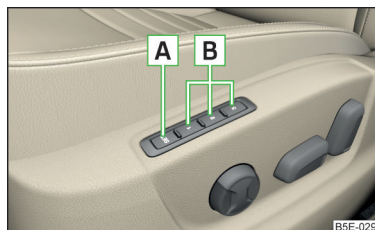

Fig. 69
La función Memory para el asiento del conductor ofrece la posibilidad de memorizar la posición del asiento del conductor y de los retrovisores exteriores. Puede asignarse una posición de ajuste a cada una de las tres teclas de memoria **B** » fig. 69.
- Pulse la tecla **SET** **A** » fig. 69.
- Pulse la tecla de memoria deseada **B** » fig. 69.
➤ Pulse **brevemente** la tecla de memoria deseada **B** » fig. 69 estando el encendido desconectado y la puerta del conductor abierta.
➤ Pulse y mantenga pulsada una tecla cualquiera de la memoria **B** » fig. 69 de la página 92. Una vez de que el asiento haya adoptado la posición memorizada en la tecla correspondiente, pulse simultáneamente la tecla  de la llave con mando a distancia en los 10 segundos siguientes.
➤ Pulse la tecla **SET** **A** » fig. 69 de la página 92 y manténgala pulsada. Pulse simultáneamente la tecla  en la llave con mando a distancia al cabo de 10 segundos.